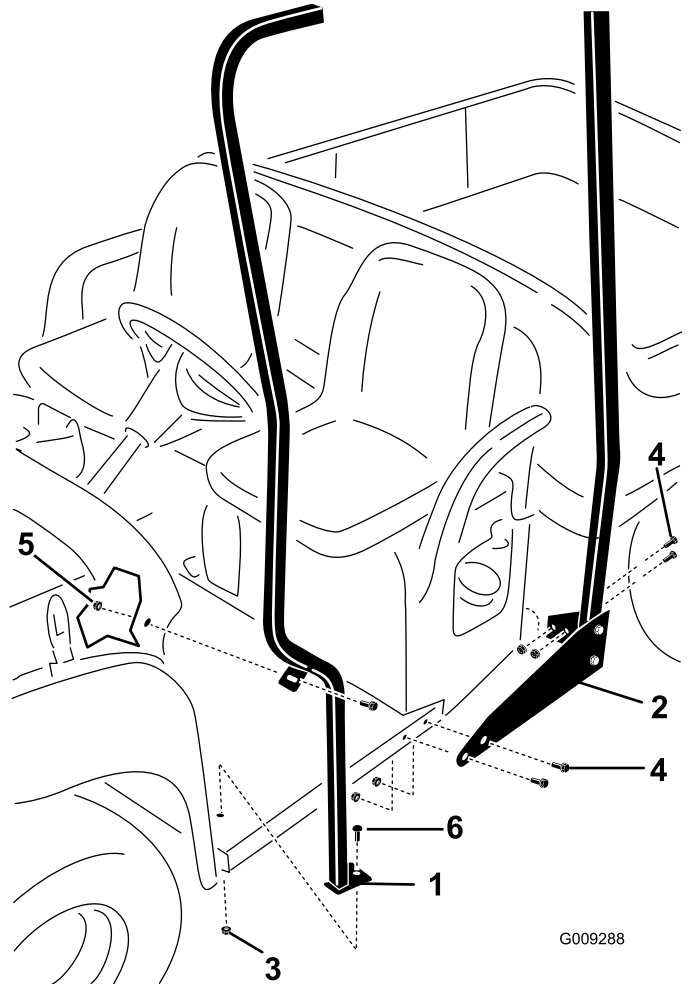

Bild 3
- B. Befestigen Sie das hintere Rohr und die Stützhalterungen mit acht Schrauben (5/16" x 1") und acht Bundmuttern (5/16") lose an der Maschine, wie in Bild 3 abgebildet.
2. Befestigen Sie das linke, vordere Stützrohr an der Maschine, wie in Bild 3 abgebildet.
6. Entfernen Sie die hintere Schraube und Mutter, mit denen das Armaturenbrett an der vorderen Rahmenstütze an der linken Seite der Maschine befestigt ist (Bild 3).
7. Befestigen Sie die vorderen Stützen lose am Boden der Maschine (Bild 3).